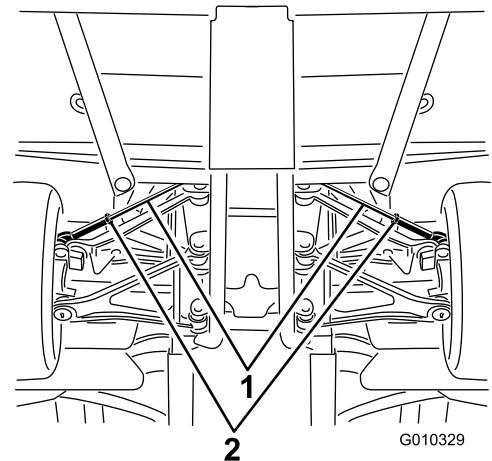

Bild 56
- A. Lösen Sie die Klemmutter in der Mitte der Zugstange (Bild 56).